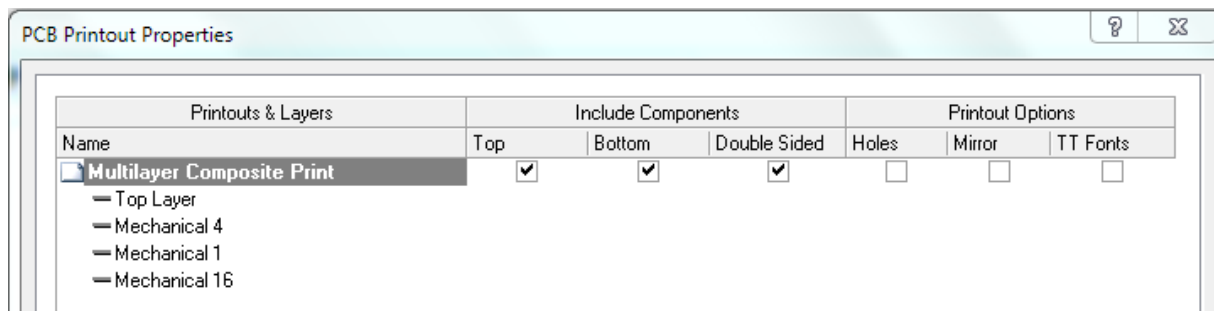
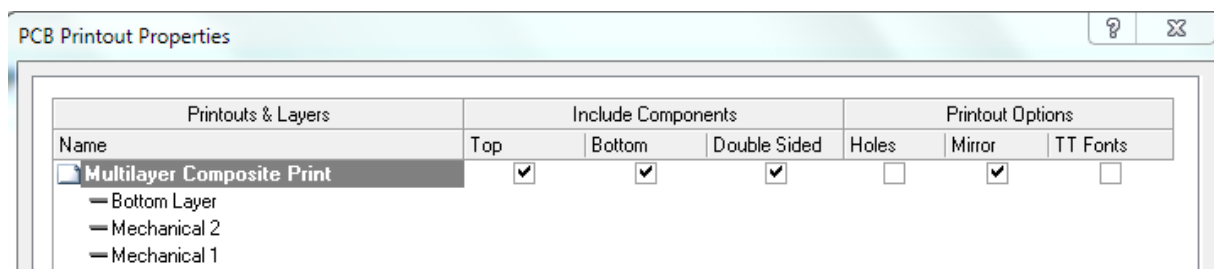

Рис. 130. Свойства первого листа чертежа ПП
Рис. 131. Свойства второго листа чертежа ПП
15. Сформировать два листа чертежа ПП. Выбрать документ OutJob и нажать на строку Add New Documentation Output, выбрать PCB Prints и свою топологию. Задать конфигурацию этого чертежа (через контекстное меню) так, как показано на Рис. 130. Добавлять и удалять слои можно через контекстное меню. Аналогично создать 2ой лист чертежа ПП с конфигурацией в соответствии с Рис. 131 (с галочкой Mirror).